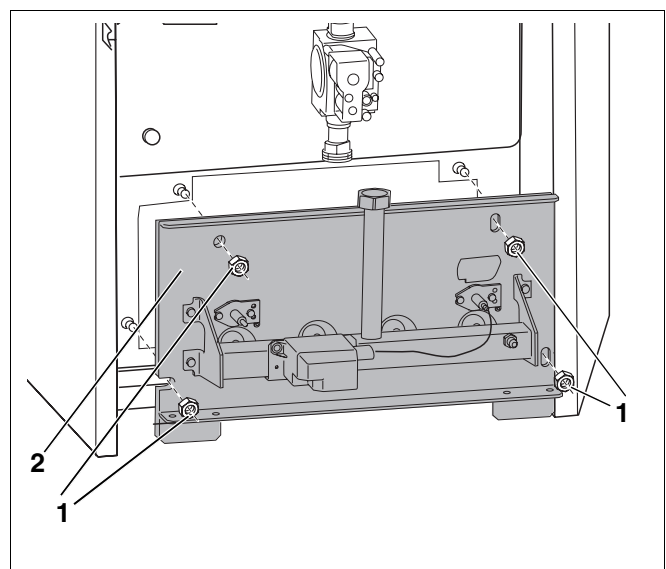

Abb. 40 Befestigungsmuttern lösen
- Befestigungsmuttern (Abb. 40, **Pos. 1**) am Brennerschild (Abb. 40, **Pos. 2**) lösen und Brenner herausnehmen.
- Beim Anschrauben des Brennerschildes (Abb. 40, Pos. 2, Seite 54) die vier Schrauben leicht anziehen.